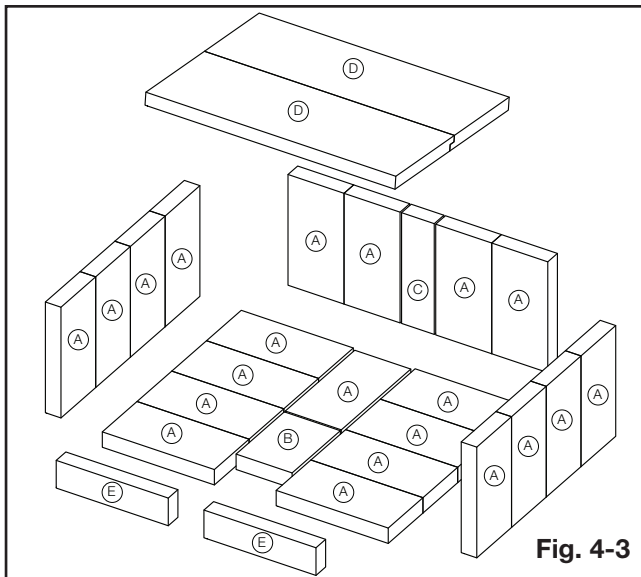

Fig. 4-3
Avec l'installation de l'appareil et la cheminée completé, déplacez les briques en place comme illustré ci-dessous (Fig. 4-3).
- Installez neuf briques (A) et une brique (B) le long du bas de la chambre de combustion, travaillant de l'arrière de l'appareil vers l'avant.
- Installez huit briques (A) le long des côtés gauche et droit de l'appareil.
- Installez quatre briques (A) et une brique (C) le long du mur arrière en pivotant les briques au dessous du support de brique.
Placez brique (C) dans le centre, avec deux briques (A) sur chaque côté comme illustré (Fig. 4-3).